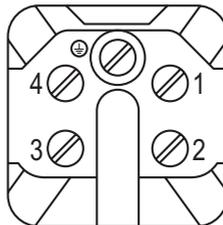

Fig. 10
5. Im Kontakteinsatz 22 Anschlussklemmen **Fig. 10** gemäß **Tabelle Funktionen S. 9** belegen.